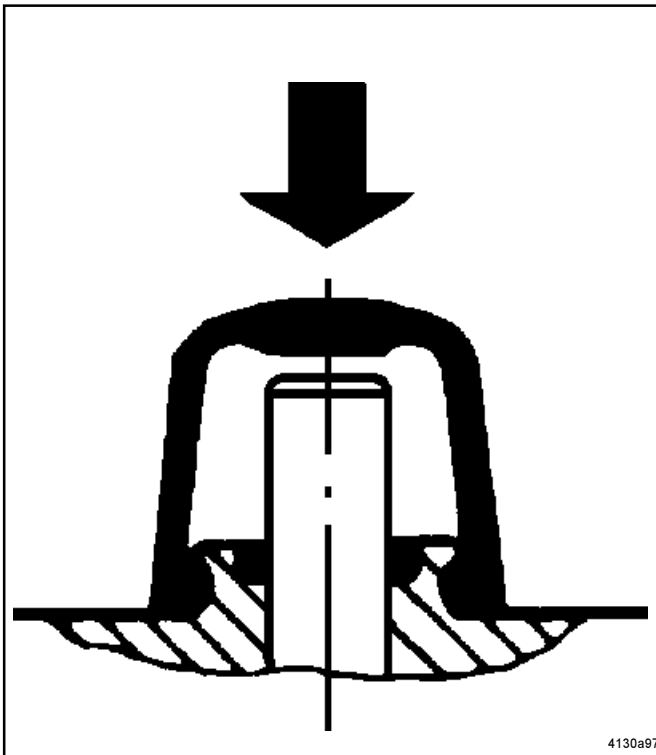

Abb. 5 - Handnotbetätigung: Drücken des Magnetstiftes
- * Handnotbetätigung: Drücken des Magnetstiftes (unter der Gummikappe, siehe Abb. 5), löst einen manuellen Impuls zum Prüfen des Ventils aus.